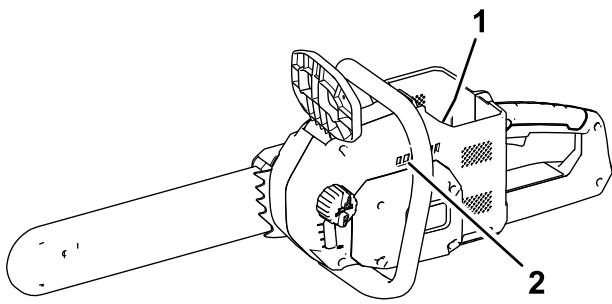

Figure 6
1. Assurez-vous que les événements sur la tronçonneuse (Figure 5 et Figure 6) sont exempts de poussière et de débris.